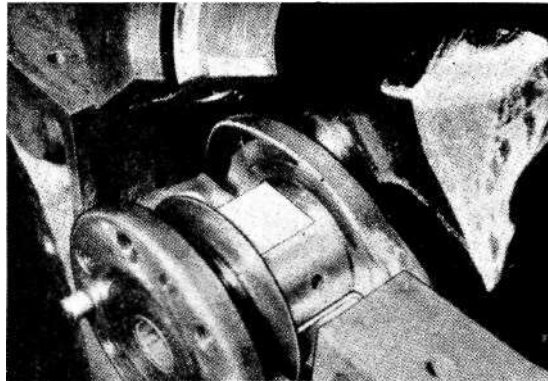

Bild 4-97
4. Jedes Lager einzeln auf vorschriftsmäßiges Spiel prüfen* Papier in Stärke von 0,05 mm und Kantenlänge 20 mm einlegen, Lager festziehen* Kurbelwelle muß dann festsitzen bzw* nur mit Anstrengung zu drehen sein. Ohne eingelegtes Papier muß Kurbelwelle, leicht eingeölt, freilaufen (Bild 4-97). Vorschriftsmäßiges Spiel 0,02 - 0,084 mm.